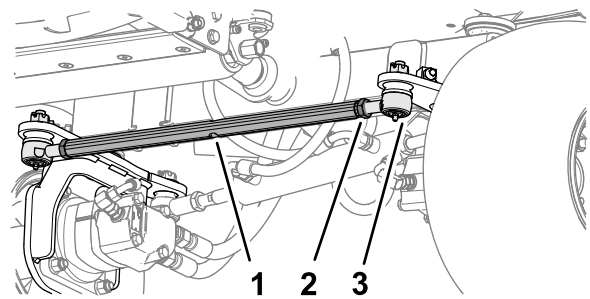

Figure 75
1. À l'avant des roues arrière, desserrez les 2 contre-écrous qui fixent la barre d'accouplement aux embouts (Figure 75).
2. Alignez les roues en tournant la barre d'accouplement (Figure 75).
5. Serrez les 2 contre-écrous pour fixer la barre d'accouplement et les embouts (Figure 75).